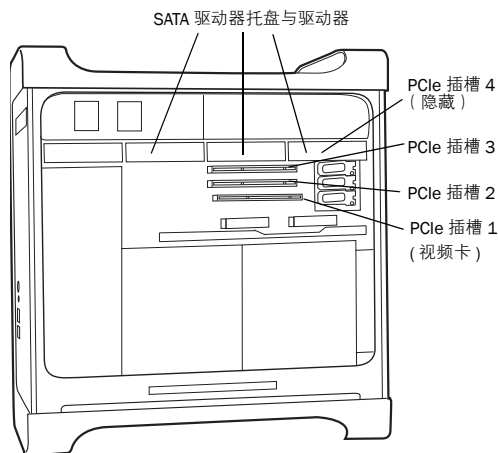

图 1. Mac Pro
- 8 将 Pro Tools|HD Core 卡安装在计算机中编号最低的插槽中（插槽 2）。这就是离视频卡最近的插槽，如第 11 页的图 1 中所示：